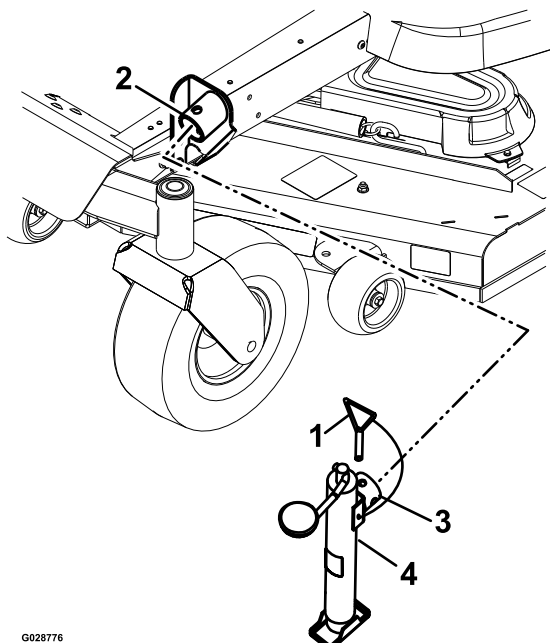

Figure 4
4. Insérez le tube du cric sur le support, alignez les trous de fixation et fixez le cric avec la goupille (Figure 4).